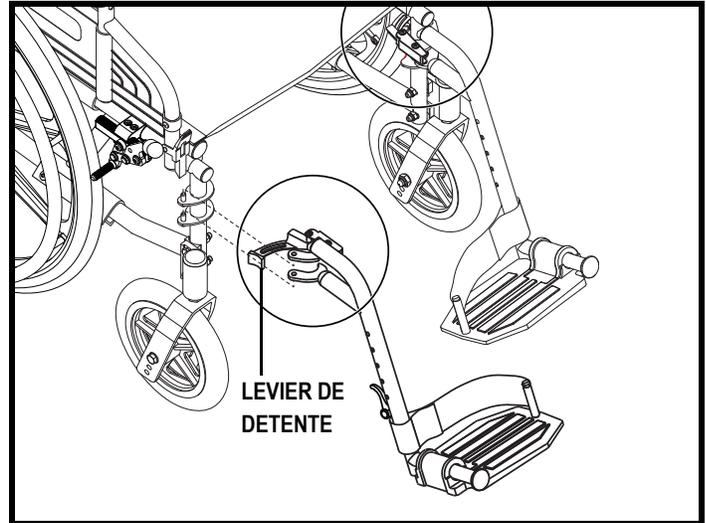

Figure 14. Pour débloquer un SFR
1. Tirez le levier de détente vers l'arrière. **Voir la figure 14.**